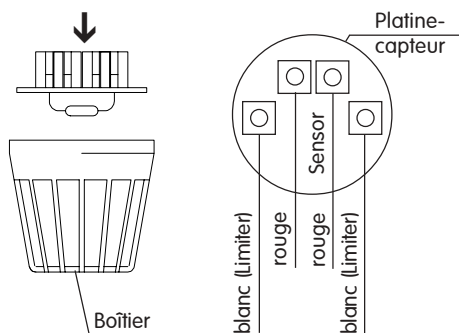

Fig. 10
4. Raccordez les fils du thermostat-limiteur (blancs) et ceux du capteur thermométrique (rouges) à la platine-capteur, conformément à la figure 10. Ensuite, faites enclencher la platine-capteur dans le boîtier.